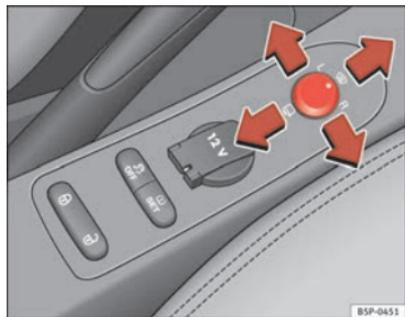

Fig. 87 Mando de los retrovisores exteriores
1. En primer lugar, gire el mando ⇒ fig. 87 hasta la posición **L (retrovisor izquierdo)**.
- Gire el mando hacia delante, en la posición central ⇒ fig. 87 ①, para que los retrovisores térmicos se calienten y la función de cristal parabrisas calefactable* en la zona de reposo de las escobillas, quede activada ⇒ página 131.
- Gire el mando ⇒ fig. 87 hasta la posición  para plegar los retrovisores exteriores. Para evitar daños en el vehículo, debería plegar los retrovisores exteriores siempre que utilice un túnel de lavado automático.